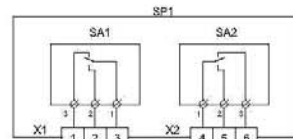

Рис. 1
3.7 Общий вид и габаритные размеры датчика приведены на Рис. 1.
6.2. Снять защитный кожух поз.1 (см.Рис.1). Подсоединить к ниппелю датчика через рукав с внутренним диаметром 8мм (ГОСТ 10362-76) источник давления газа. Подсоединить датчик к электронной системе обработки сигнала проводом с сечением жилы не менее 0,2 мм. Регулирующим винтом поз.2 установить нижний порог срабатывания, зафиксировав его положение стопорным винтом поз.3. Верхний порог срабатывания устанавливается винтом поз.7, фиксируется положение винтом поз.9. (Допускается предварительная настройка датчика нижнего и верхнего порога на стенде, имеющем манометр, источник питания ~220В, регулирующую подачу воздуха). Контроль величины необходимого давления произвести манометром.
6.3 Надеть защитный кожух и зафиксировать его положение винтом 4 (Рис.1).